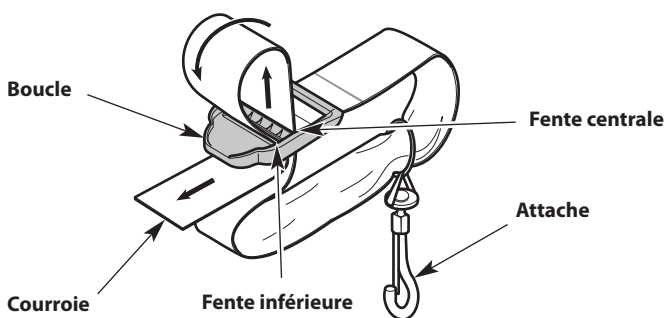

Fig. 10
1. Poussez la courroie à travers la fente centrale de la boucle (Fig. 10).
2. Repliez la sangle et faites-la passer dans la fente inférieure de la boucle (Fig. 10).